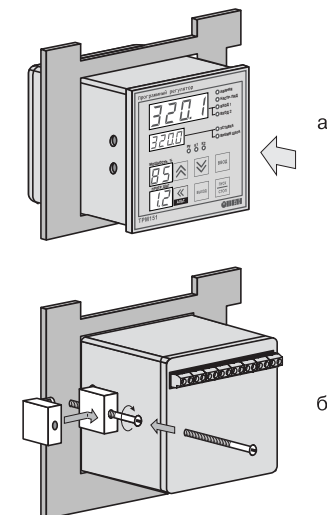

Рис. 15. Установка прибора щитового крепления
1. Вставьте прибор в специально подготовленное отверстие на лицевой панели щита (см. прил. А и рис. 15, а).
2. Вставьте фиксаторы из комплекта поставки в отверстия на боковых стенках прибора (рис. 15, б).